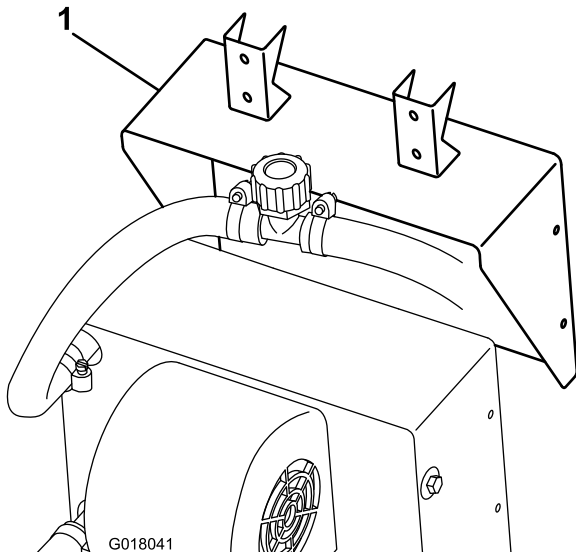

図 22
2. ヒーターに付属しているねじを使って、ヒーターブラケットをヒーターに取り付ける 図 22。